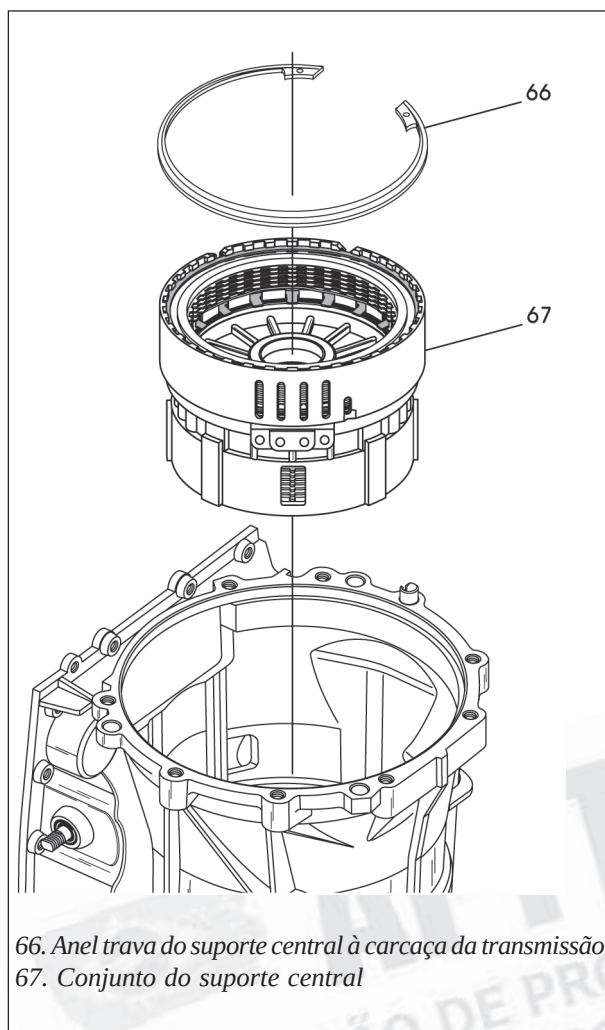
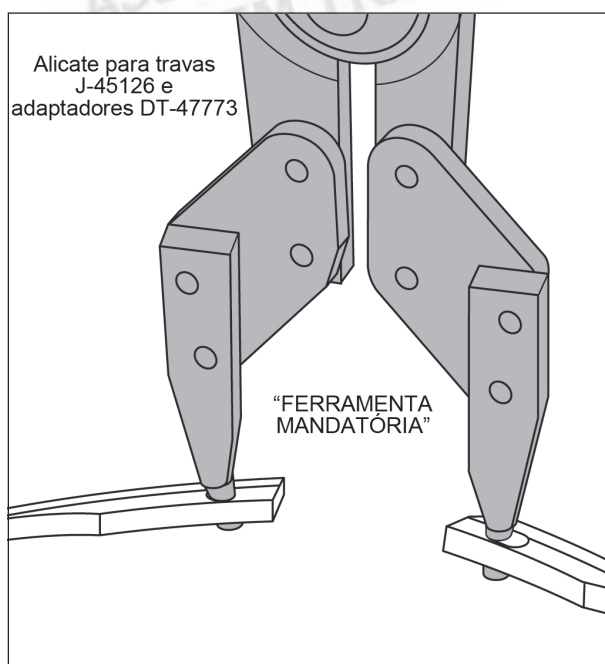

Figura 155
Figura 156
6. Instale o conjunto pré montado do suporte central, conforme mostra a figura 155.
8. Instale o anel trava do suporte central com seu lado cônico para cima, conforme mostra a figura 155 e as aberturas do anel trava na posição de 9 horas, utilizando o alicate especial J-45126 junto com o jogo adaptador DT-47773, conforme mostra a figura 156.